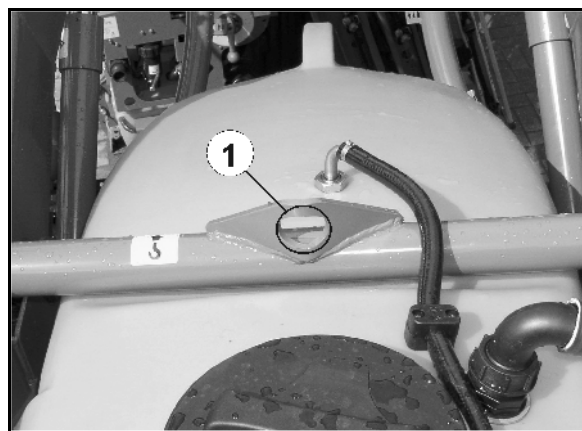
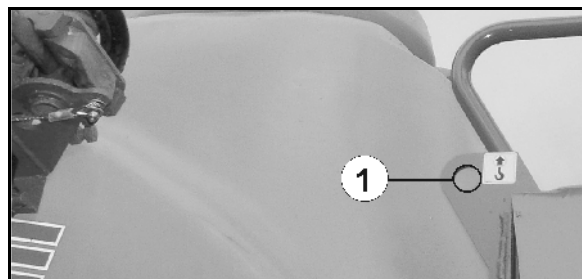

Рис. 93
Рис. 94
- 3000 кг сзади (Рис. 93)
- 1500 кг спереди (Рис. 94 / Рис. 95) !
На машине имеется 3 точки крепления (Рис. 93/1, Рис. 94 , Рис. 95/1).